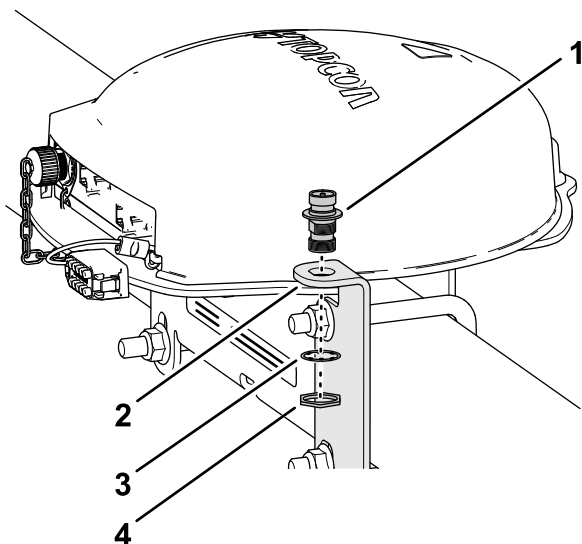

Bild 153
1. Fluchten Sie die Koaxialkupplung durch die Öffnung in der RTK-Antennenhalterung mit dem Schottgewinde der nach unten zeigenden Kupplung aus (**Bild 153**).
Antennenhalterung und ziehen die Klemmmutter mit der Hand an (**Bild 153**).